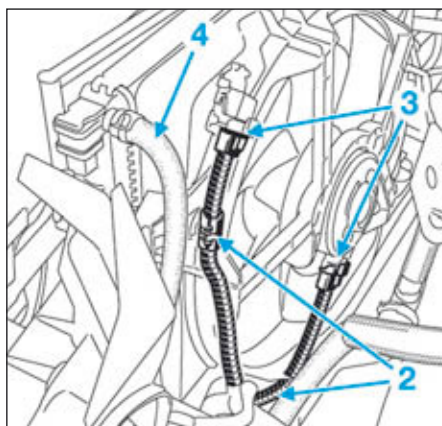

FIG.127
- Dégraffer le faisceau (2) (Fig.127) du groupe motoventilateur.
- Débrancher les deux connecteurs (3).
- Ecarter le collier de la durite (4) venant du vase d'expansion et celui de la durite supérieure de radiateur venant du boîtier thermostatique à l'aide d'une pince prévue à cet effet.